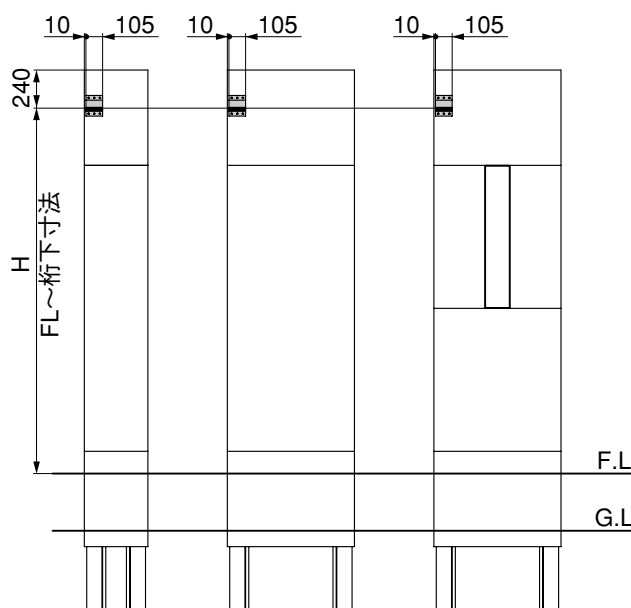

図3-2 雨樋桁取付高さ
- 雨樋桁 BracketはSA壁柱のアルミ柱部分であれば取付位置を下側に移動することが可能です。その際も、FL～桁下寸法を守って施工してください。（図3-2参照）